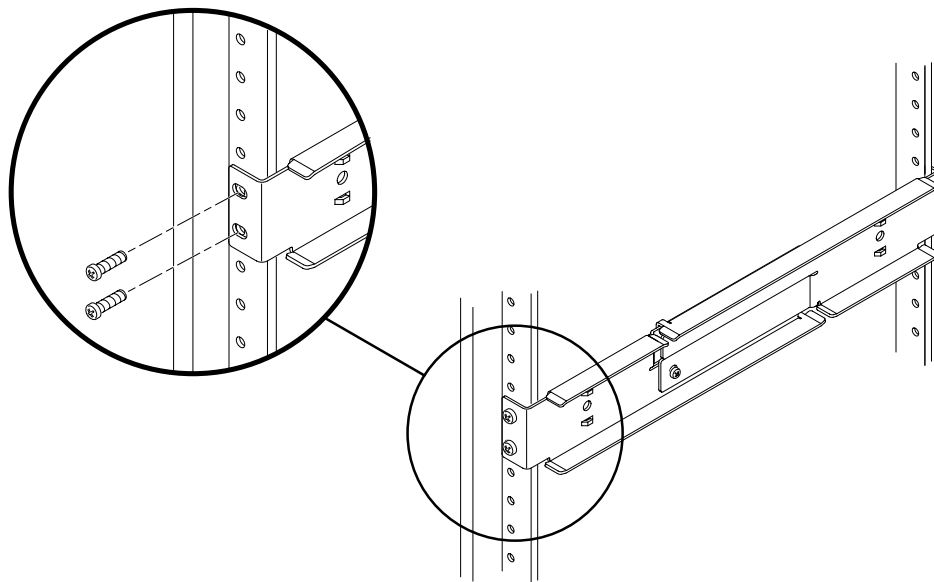

図 3-16 ラックへの調節可能なレール正面の固定
3. 調整可能なレールの 1 つをラックの取り付け位置まで持ち上げます。ねじを 2 本ずつ使用して、レールの正面をラックに固定します (図 3-16 を参照)。